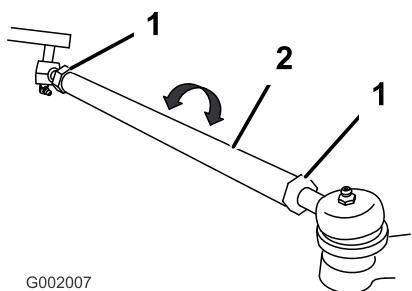

Figura 59
5. Se la misura non rientra nel campo specificato, allentate i controdadi da ambo i lati dei tiranti (Figura 59).